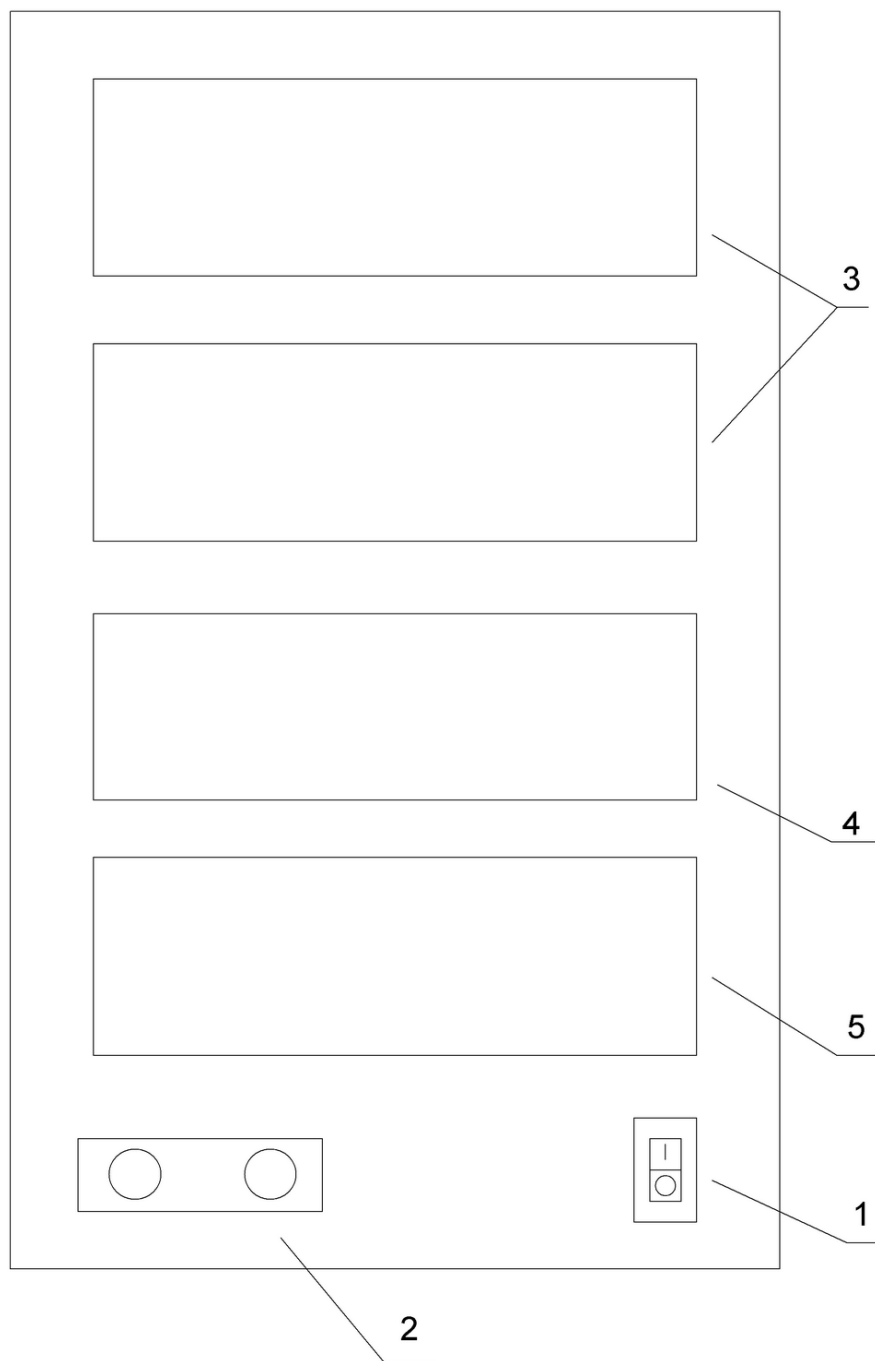

Рис.1 Передняя панель блока управления
3.3.2.4. Панель защиты состоит из автоматического выключателя и трех предохранителей (два - для нагревателей (10А) и один (1А) - для защиты цепей питания приборов, включенных в схему печи) и расположена в задней части блока управления (см. Рис 2). На передней панели расположены: тумблер (1) общего включения и выключения установки, клеммы (2) для подключения термодпары на вход измерителя и передние панели приборов: регуляторов "ТРМ-10" (3), таймера МЦТ 3501 (4) и измерителя ИТ 2511 (5) (см. Рис. 1).
5.1.2.После включения питания тумблером (1 – рис.1) на дисплее таймера МЦТ 3501 появится значение интервала времени, установленное ранее и горизонтальная черточка, расположенная в правой части таймера напротив надписи, обозначающей единицу измерения интервала времени (сек, мин, час)
5.1.3.После включения питания тумблером (1 – рис.1) на дисплее измерителя ИТ2511(2ТМ0 , ТРМ1, ТРМ 10) высветятся прочерки. При подключении пилотной терморпары к клеммнику (2 - рис.1) , на дисплее отобразится значение температуры окружающей среды.